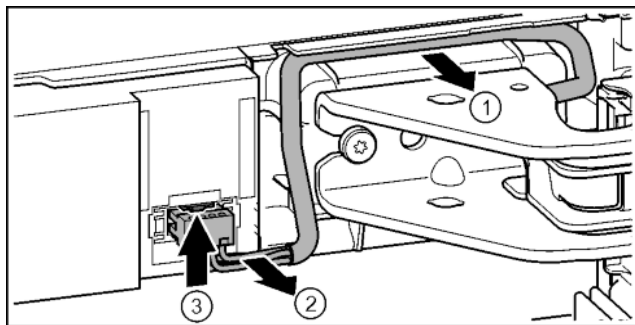

Fig. 22
- Vadu virs gultņa balsta uzmanīgi atbrīvojiet no vadotnes. Fig. 22 (1)
- Vada dzīslas uzmanīgi izvelciet no kanāla. Fig. 22 (2)
- Spiediet uzliktni uz augšu un uzmanīgi izvelciet spraudni. Fig. 22 (3)